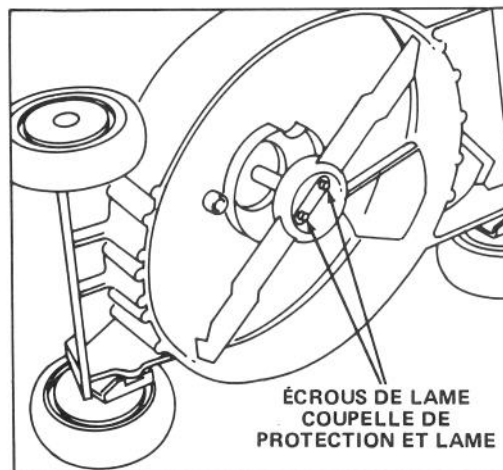

Figure 13
3. Faites basculer la tondeuse sur son côté droit (Fig. 13). Evitez de tourner la lame. Des problèmes de démarrage peuvent en résulter.
5. **RETRAIT DE LA LAME** — Saisissez l'extrémité de la lame en vous servant d'un chiffon ou d'un gant bien rembourré. Enlevez les écrous de lame, la coupelle de protection et la lame (Fig. 13).